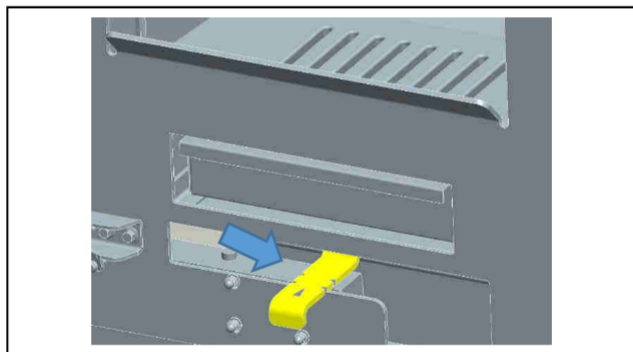

Abb. 12: Position Sekundärluftschieber
Der Sekundärluftschieber des K240A befindet sich unterhalb der Aschelade (Abb. 12). Zum Öffnen des Luftquerschnitts den Sekundärluftschieber herausziehen.
Der Sekundärluftschieber steuert die Luft für die Scheibenspülung, und sollte daher nie ganz geschlossen sein (Abb. 12)!
- Speziell den Sekundärluftschieber (Scheibenluftquerschnitt siehe Abb. 12 auf Seite 14) nie ganz schließen, da dann keine Scheibenspülluft mehr auf die Sichtscheibe kommt.